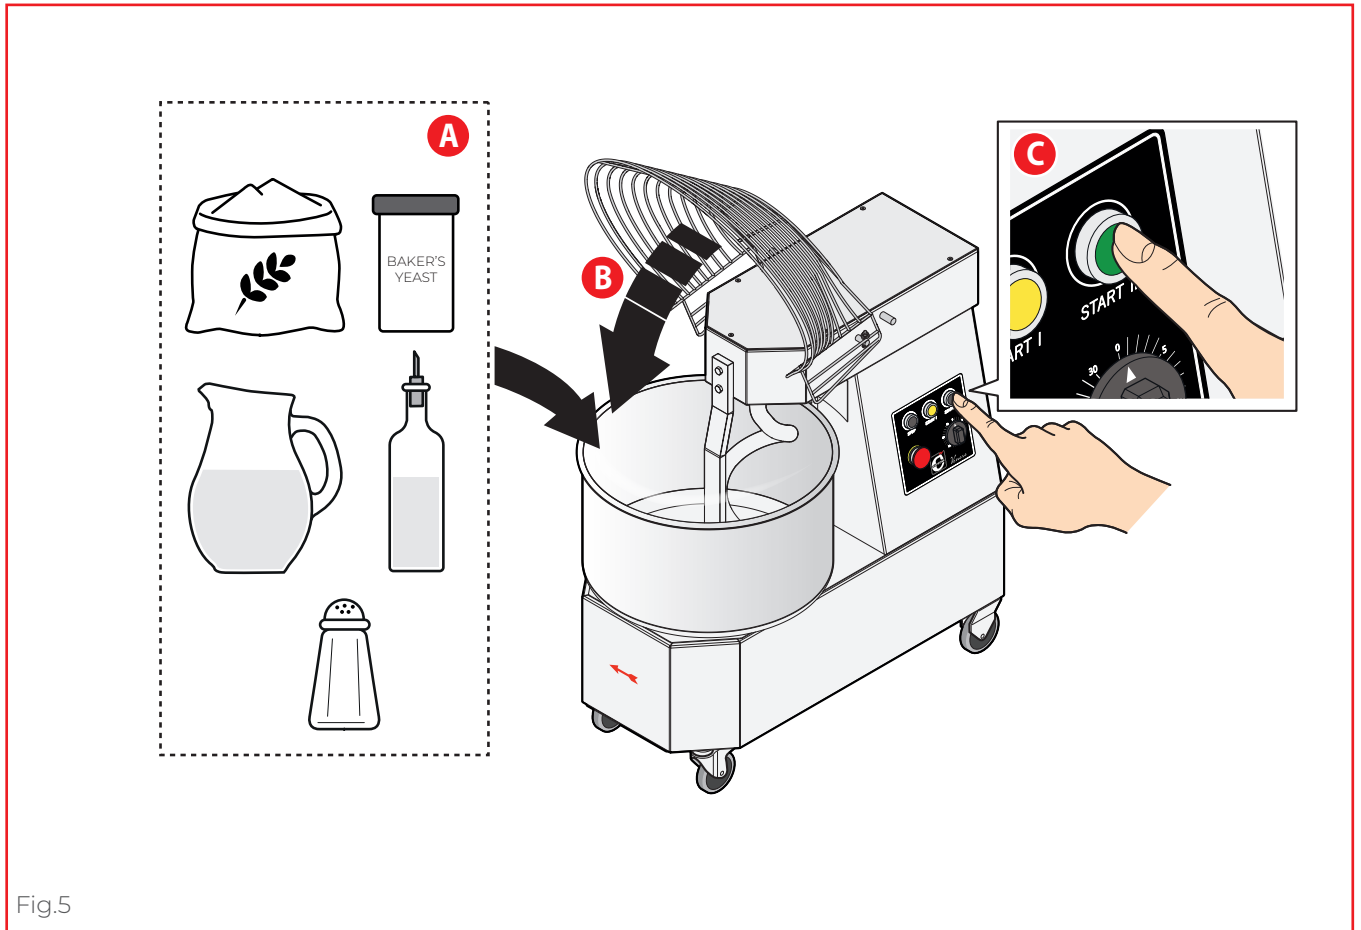

Fig.5
► **Fig.5** La máquina amalgama las masas gracias al movimiento giratorio de la cubeta y de la herramienta en espiral de acero. En el primer uso, límpiela a fondo siguiendo escrupulosamente lo indicado en el capítulo dedicado.